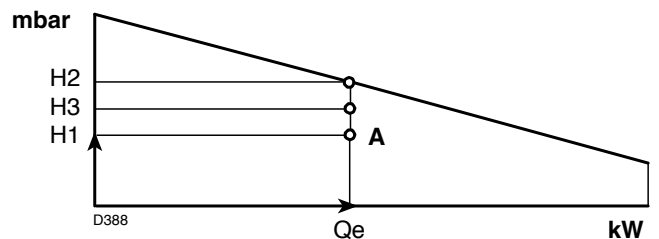

Fig. 3
- 4 Trazar una vertical desde el punto A)(Fig. 3), y buscar la máxima presión H2 del campo de trabajo.
Si H3 es mayor que H1)(Fig. 3), el quemador puede erogar el caudal requerido.